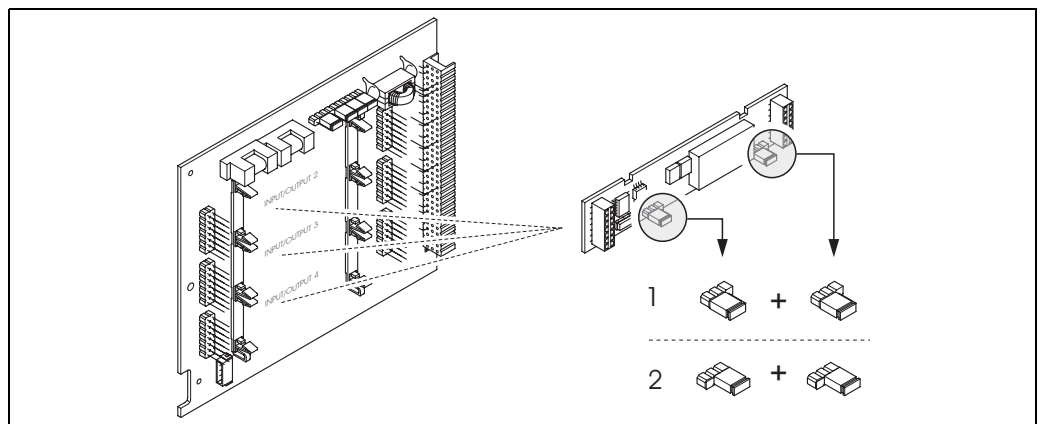
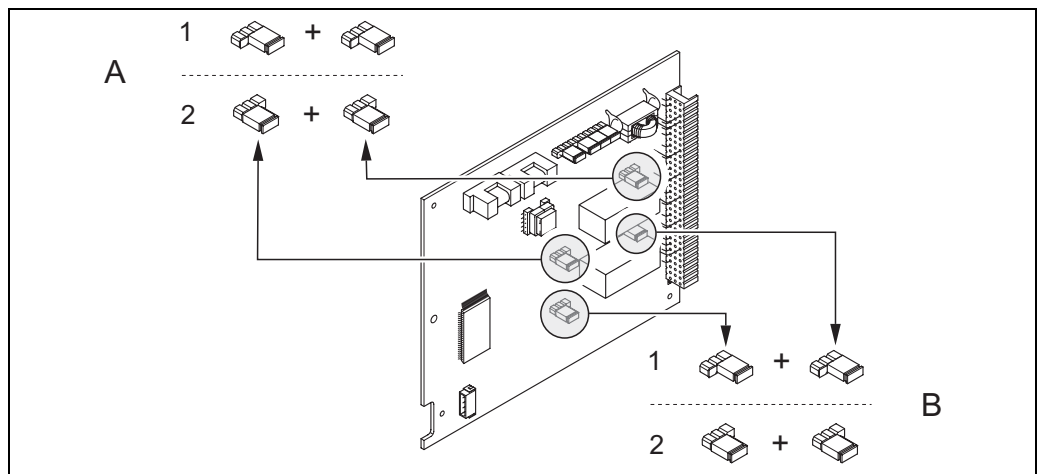

Fig. 36: Configurazione dei contatti relè (NC/NA) sulla scheda di I/O flessibile (sottomodulo).
Fig. 37: Configurazione dei contatti relè (NC/NA) sulla scheda di I/O fissa. A = relè 1; B = relè 2
3. Installare i ponticelli —Fig. 36 o —Fig. 37